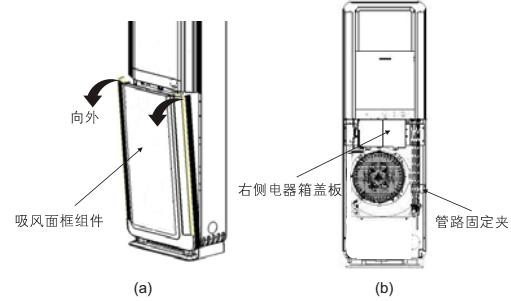

图16
- (1)按图16所示依次拆下吸风面框组件、右侧电气箱盖板及管路固定夹。